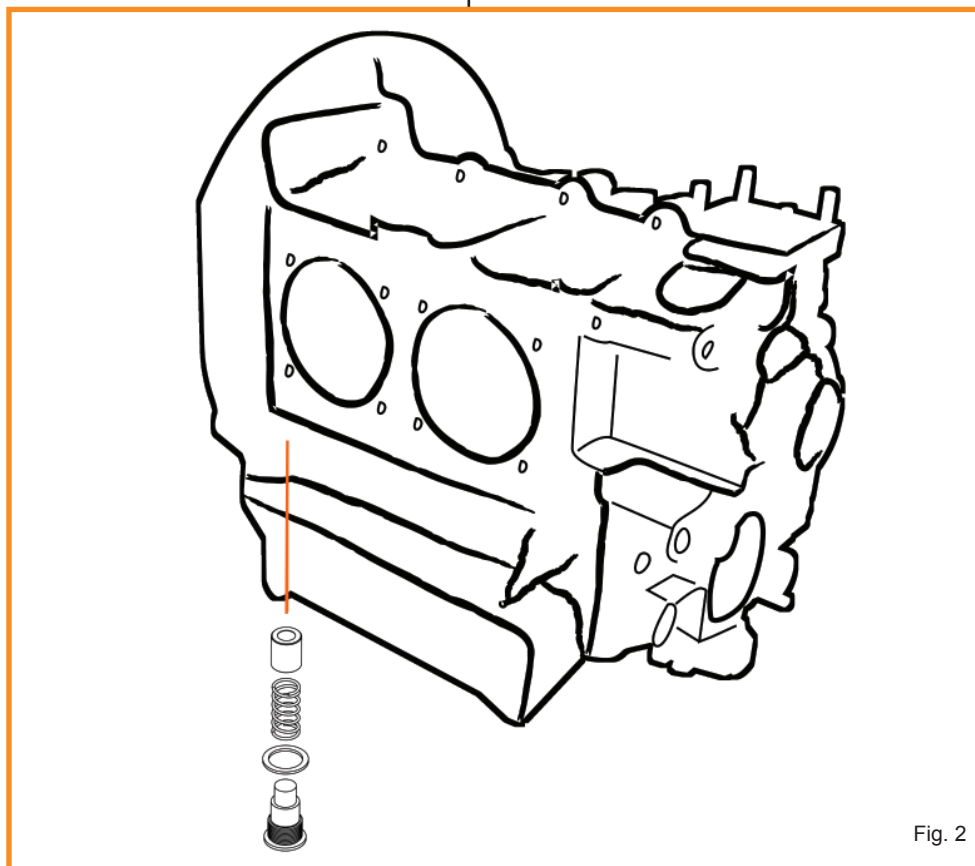

Fig. 2
**NOTE:** The seal plug cannot be used at the rear oil pressure piston (see Fig. 2)
**WICHTIG:** Der Verschlussstopfen kann **NUR** am vorderen Öldruckregelkolben verwendet werden. (siehe Abb.2)